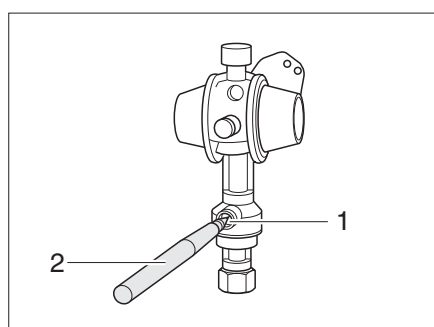

Fig. 69 Sensore di crash
Il sensore di crash (Fig. 69) protegge da una fuoriuscita di gas involontaria. In caso di incidente o di inclinazione troppo forte del veicolo il rifornimento di gas viene automaticamente interrotto.
- Con una penna (Fig. 69,2) premere il pulsante di sbloccaggio (Fig. 69,1) e tenerlo premuto per diversi secondi.